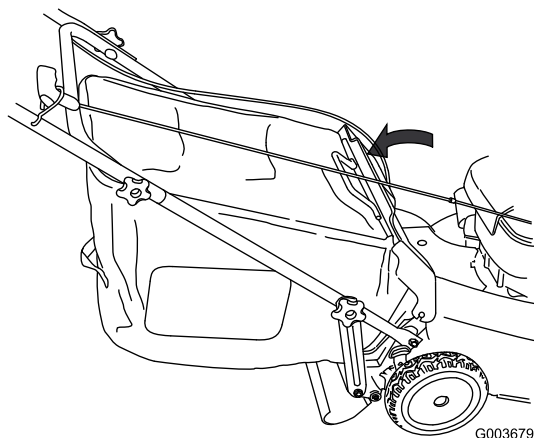

Figura 38
5. Baje la puerta trasera (Figura 38).